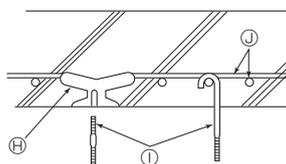

Fig. 2-5
- Structures en béton armé (Fig. 2-5)